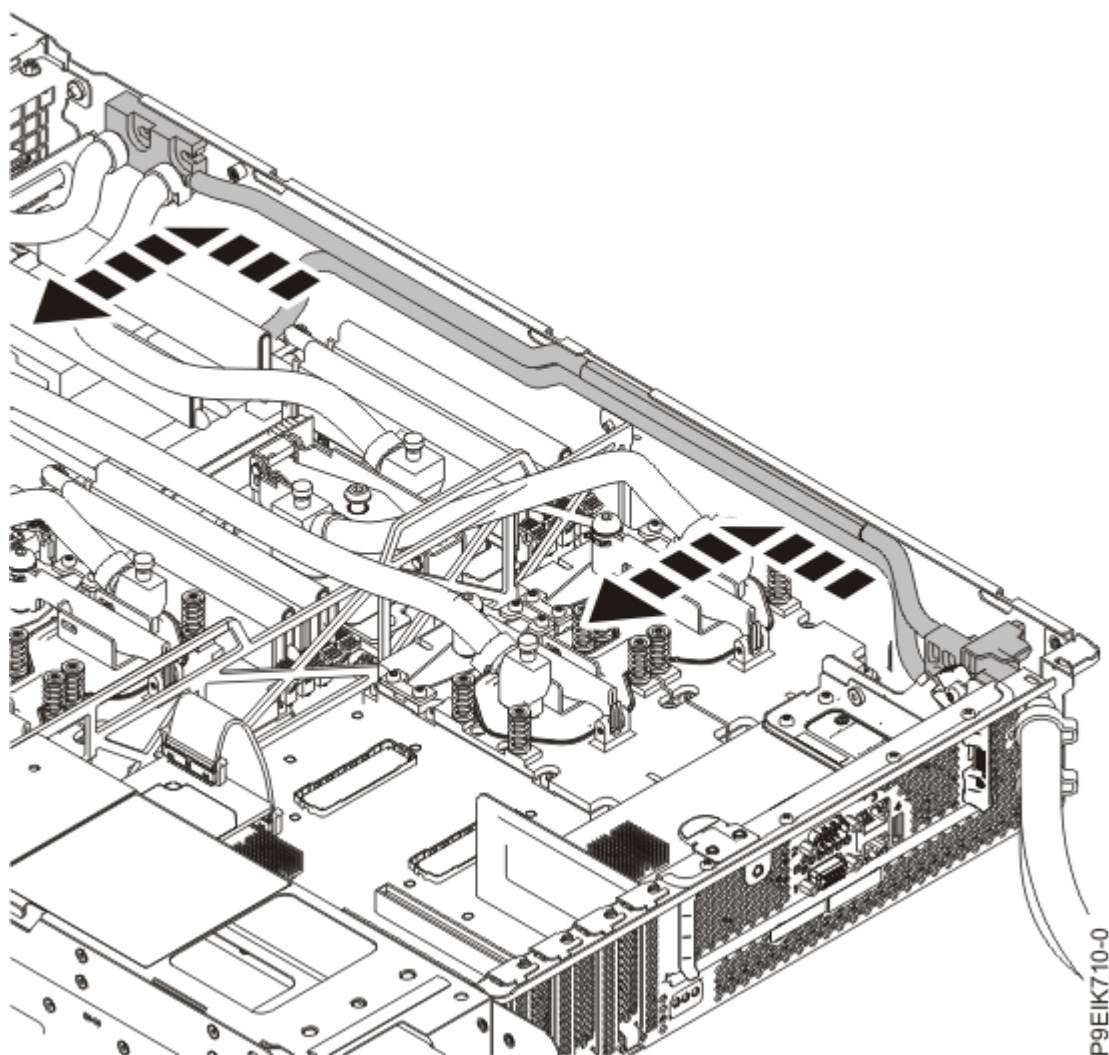

Figura 11. Cómo aflojar los conductos laterales
8. Tire de los conductos laterales haciéndolos salir ligeramente hacia delante de la parte lateral del sistema, tal como se muestra en la Figura 11 en la página 15.